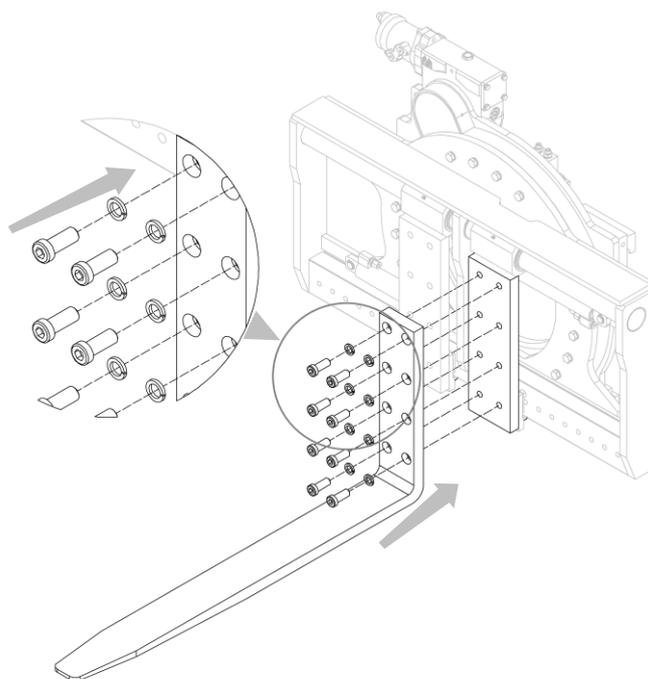

Figura 17
1. Aplicar las horquillas a los platos deslizantes específicos, apretando los correspondientes tornillos que le bloquean (mira *Figura 17*).